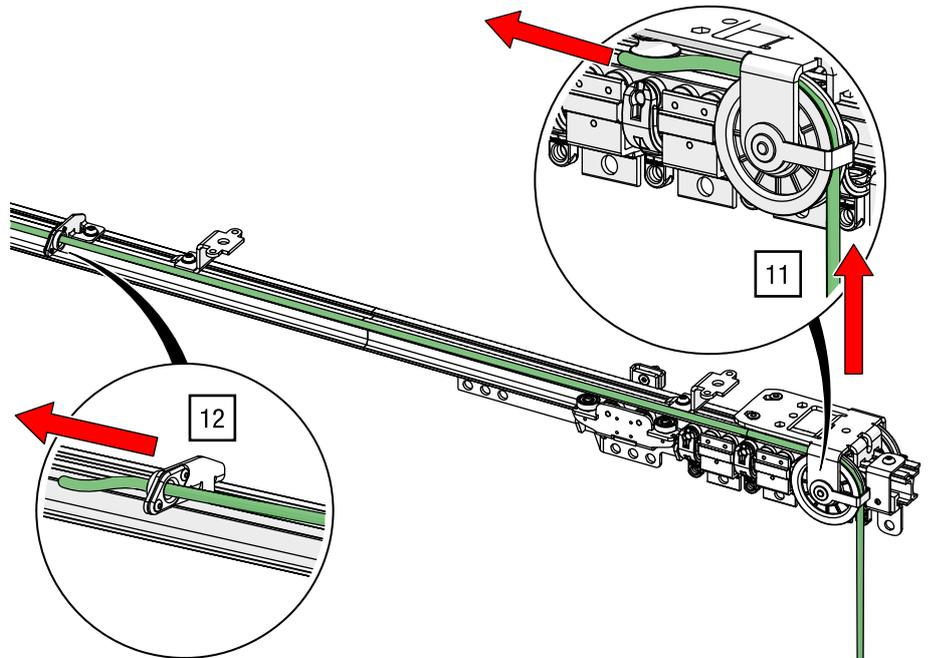

Abb. 80: Seitliche Seilführung – Seil durch Ableitrolle und Seilführung führen
11. Fädeln Sie das Seil durch die Ableitrolle nach oben (siehe Abb. 80).
12. Führen Sie das Seil am ersten Zugwagen vorbei durch die Seilführung (siehe Abb. 80).
16. Führen Sie das zweite Seilende durch die Ableitrolle nach oben durch die Ableitrolle und durch die Seilführung bis in den zweiten Zugwagen (siehe Schritt 11 – Abb. 80 [► S. 69]).